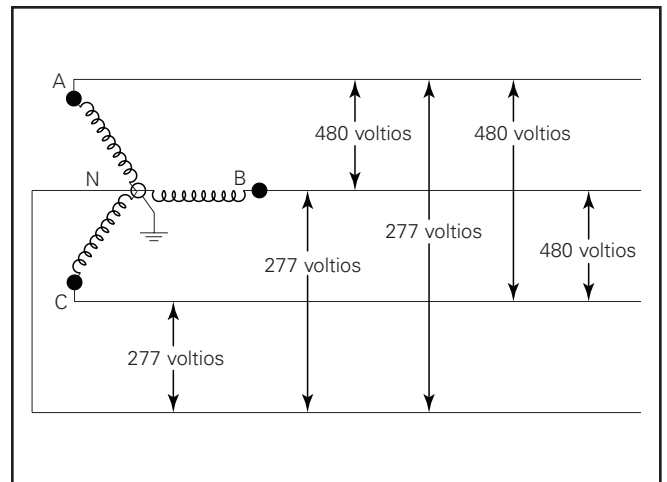

Figura 5. Cableado para sistemas de conexión en estrella de 480 V
2. 2b. Sólo para uso con sistemas de 480V Wye. Según NEC, no se debe usar con sistemas sin conexión a tierra, sistemas con impedancia a tierra o sistemas con conexión a tierra en esquinas (comúnmente conocidos como sistemas Delta trifásico de tres cables, Delta trifásico de patas altas y Delta trifásico con conexión a tierra en esquinas). (Figura 5.)